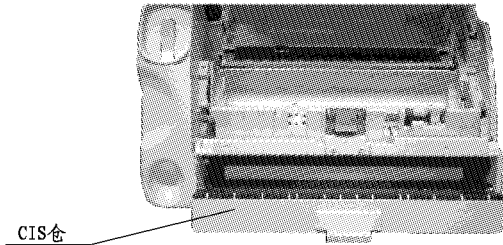

图7-11
(1) 扫描器的更换方法
a) 打开CIS仓（图7-11）。